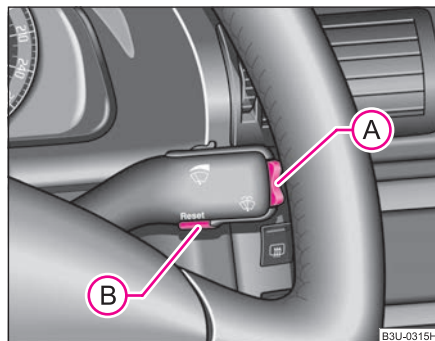

Fig. 8 Indicador multifunción: Elementos de mando
La conmutación de las memorias se efectúa con la tecla **(B)** ⇒ página 20, fig. 8.
La tecla basculante (A) y la tecla (B) se encuentran en el puño de la palanca del limpiaparabrisas ⇒ fig. 8.
Si desea calcular el consumo medio de combustible para un período de tiempo determinado, deberá borrar la memoria al comenzar la nueva medición con la tecla **(B)** ⇒ página 20, fig. 8. Tras borrarla, en la pantalla aparecerán guiones en los primeros 300 metros recorridos.
En el display aparece el tiempo de marcha desde la última vez que se borró la memoria ⇒ página 19. Si desea contar el tiempo de marcha a partir de un momento determinado, deberá borrar la memoria en ese momento pulsando la tecla **(B)** ⇒ página 20, fig. 8.
En el display aparece el kilometraje recorrido desde la última vez que se borró la memoria ⇒ página 19. Si desea contar el kilometraje recorrido a partir de un momento determinado, deberá borrar la memoria en ese momento pulsando la tecla **(B)** ⇒ página 20, fig. 8.
El display indica la velocidad media en km/h desde la última vez que se borró la memoria ⇒ página 19. Si desea calcular la velocidad media para un período de tiempo determinado, deberá borrar la memoria al comenzar la nueva medición con la tecla **(B)** ⇒ página 20, fig. 8.